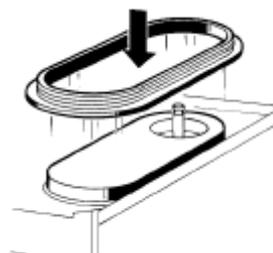

Рисунок 8
- Вставьте в испаритель прокладку емкости. Примечание: широкая сторона должна смотреть на пластину капельного отвода жидкости (см рисунок 8).